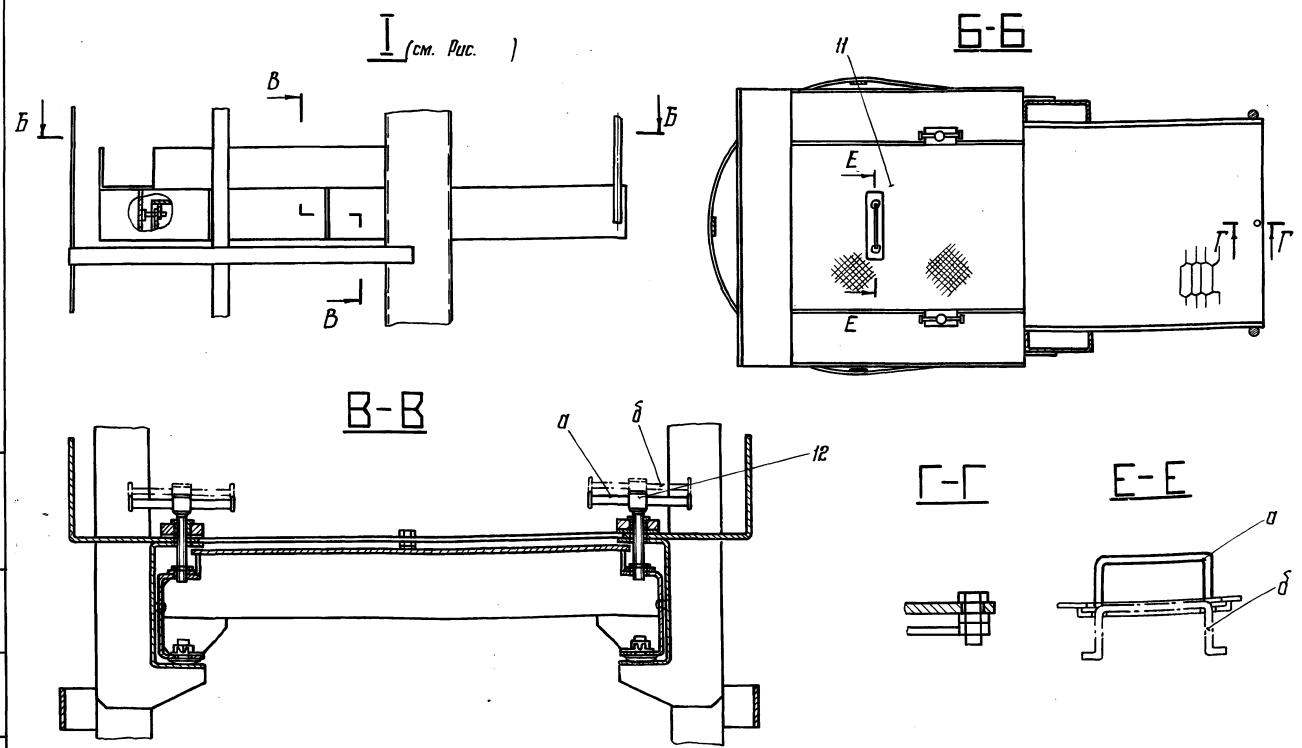

Рис. 1.2
- выдвинуть площадку в рабочее положение, до упора вручную от усилия одного человека за ручку площадки (рис. 1.2), а затем за ручку;
1.3. Расфиксировать верхнюю часть стремянки (каретку), для чего вращать ручку фиксатора 6 (рис. 1.2) против часовой стрелки до упора.